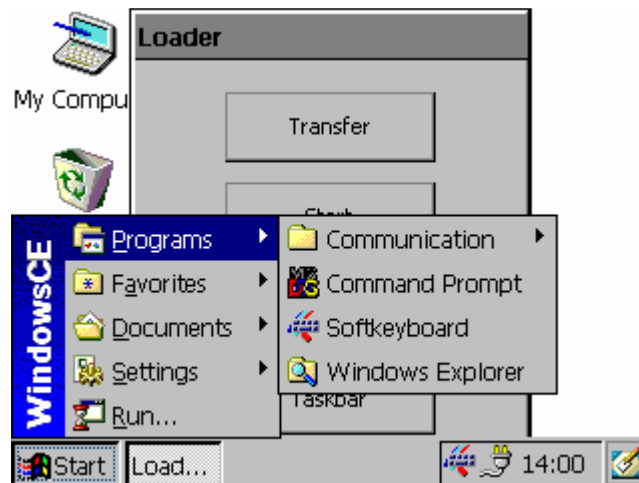

Fig. 2.3 Se inicia el proyecto
- Con el botón "Start" se inicia el proyecto existente en el panel de operador como se muestra en la fig. 2.3. Si no realiza ninguna acción, el proyecto existente en el panel de operador se iniciará automáticamente al cabo de un tiempo de retardo.